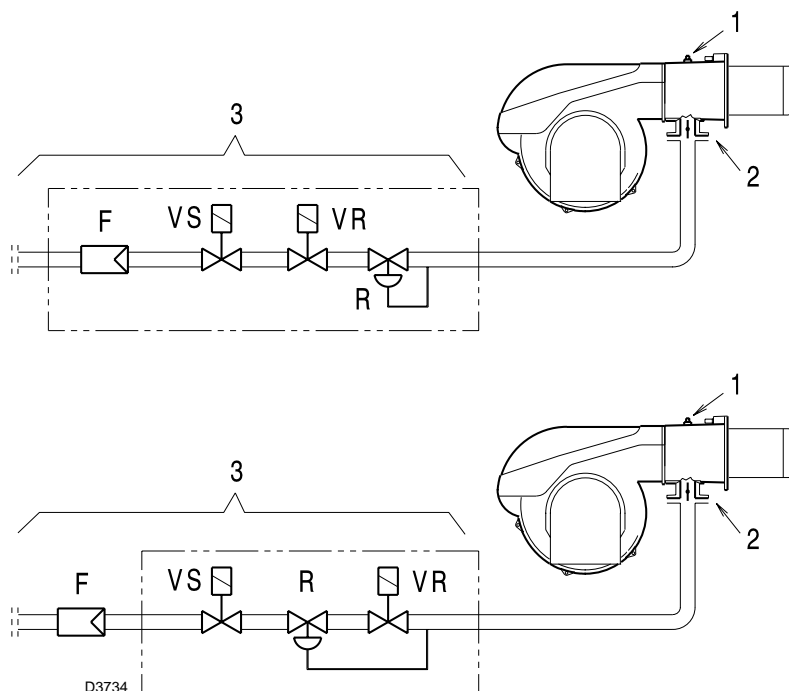

图 39
测试点 1)(Fig. 39) 所测得燃气压，此时：
燃气蝶阀 2)(Fig. 39) 达最大开启度 90° 时的阻力损失。
燃气阀组 3)(Fig. 39) 的阻力损失，包括：
- 测试点 1)(Fig. 39) 处测得的燃气压力减去炉膛压力。
- 压力测试点 1)(Fig. 39) 处的燃气压力 = 8 mbar
由以下可知测试点 1)(Fig. 39) 处所需压力，将燃烧器运行设定在所需最大出力状态：
- 在右边，栏 1 处，读出测试点 1) 处压力 (Fig. 39)。
测试点 1)(Fig. 39) 处的所需压力。